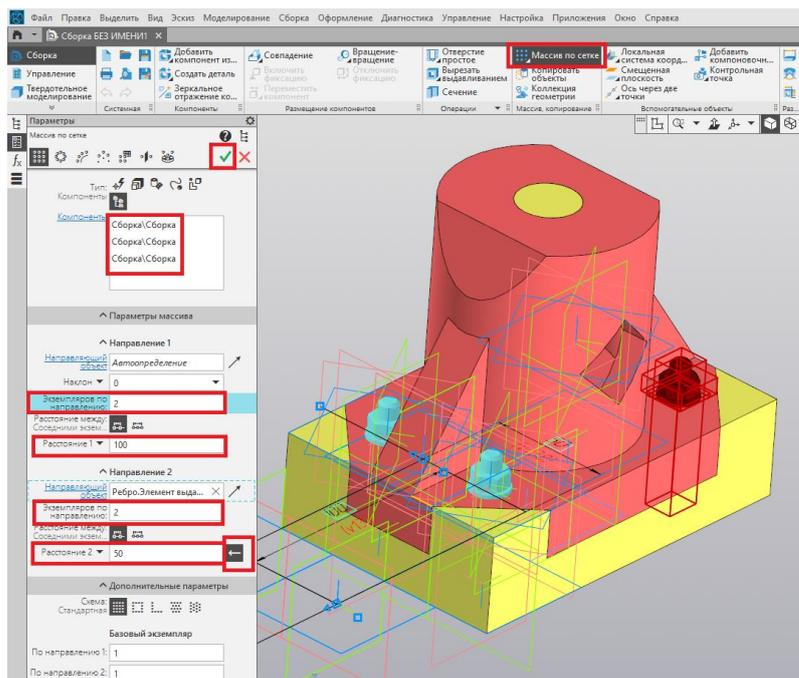

Рис. 70
22. Для добавления ещё трёх крепёжных элементов используем команду «Массив по сетке». Указываем элементы массива (болт, шайба, гайка), количество элементов по двум направлениям, расстояние между элементами. Подтверждаем команду нажатием на зелёную галочку (рис. 70).